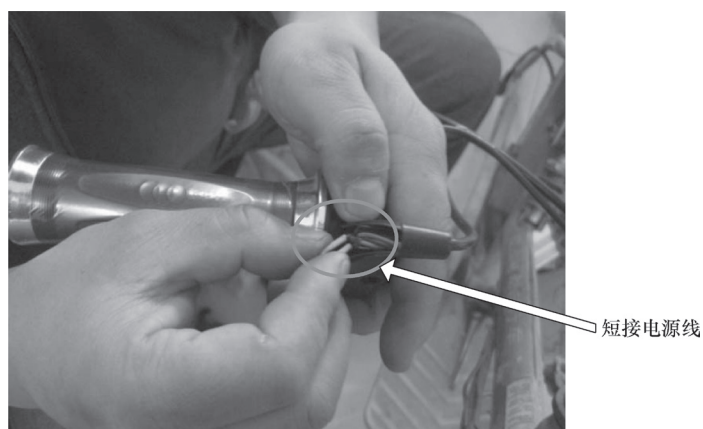

图 5-24 短接电源线
4) 最后短接电源开关，如图 5-24 所示，电动机转速均匀。